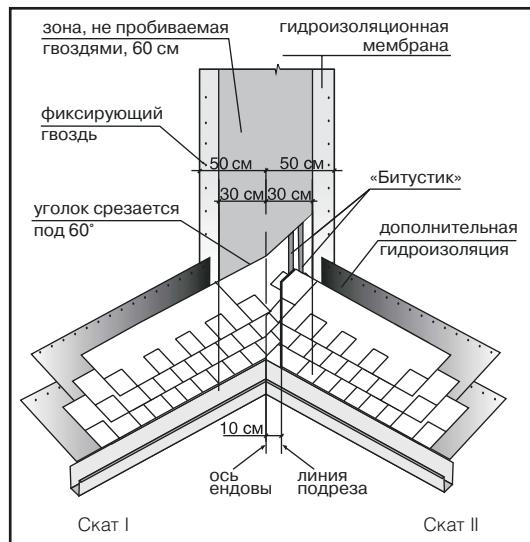

Рис. 3
Ендова (рис. 3)
- на прилегающем скате (II) вдоль оси ендовой на расстоянии 30 см от нее отбивается линия;
- лист, подходящий к ендовой со ската II, должен доходить до линии подрезки и обрезаться по ней. Верхний уголок обрезанного края листа подрезается под углом 60° (5 x 3 см – рис. 3);